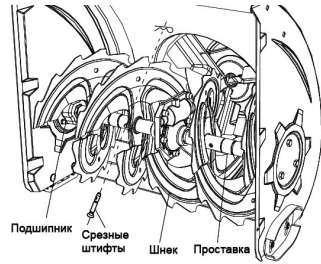

Рисунок 40
• Шнек прикреплён к спиральному валу при помощи двух срезных штифтов и шплинтов. Если шнек столкнётся с посторонним предметом или затором льда, конструкция снегоуборочной машины предполагает, что штифты могут быть срезаны. См. Рисунок 40.